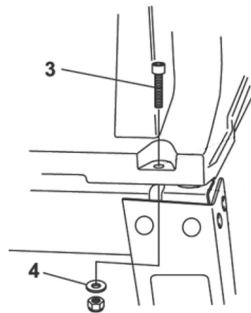

Fig. 3 – Montaje de la sierra en la estructura de la máquina
Coloque la sierra de mesa sobre la estructura de la máquina ya montada, utilice los pernos (3) y las arandelas (4) y las tuercas, conforme muestra la fig. 3.